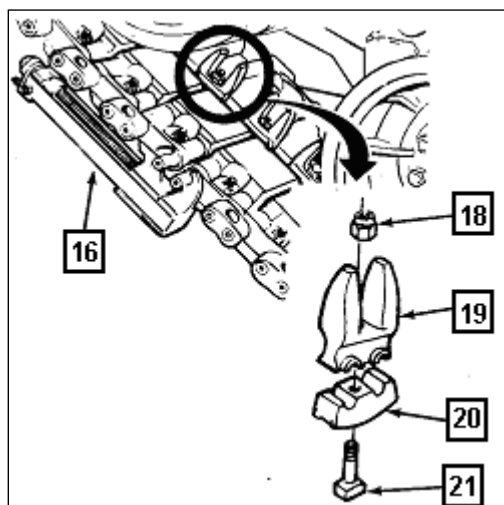

Fig 6-11. Remoção da guia central
p. Remover a porca da guia central (18) com uma chave-inglesa. Bater levemente a guia central (19) com um martelo para afrouxar os pinos de conexão da lagarta. Remover a guia central, tampa (20), e parafuso (21). (Fig 6-11)
q. Apoiar a lagarta com alavanca de bisel e afrouxar o macaco de desconexão da lagarta (16) alternadamente, até o macaco poder ser removido. Abaixar a lagarta e remover a alavanca. (Fig 6-11)